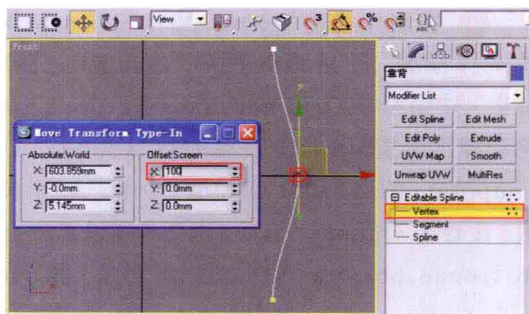

图1-7
⑦ 在前视图中, 激活“靠背”模型的Vertex (点) 层级, 选择中间的顶点, 在主工具栏中单击 (移动) 按钮, 弹出Move Transform Type-In (移动变换输入) 对话框, 在X轴位置输入100, 然后按键盘上的 [Enter] (回车) 键, 如图1-7所示。